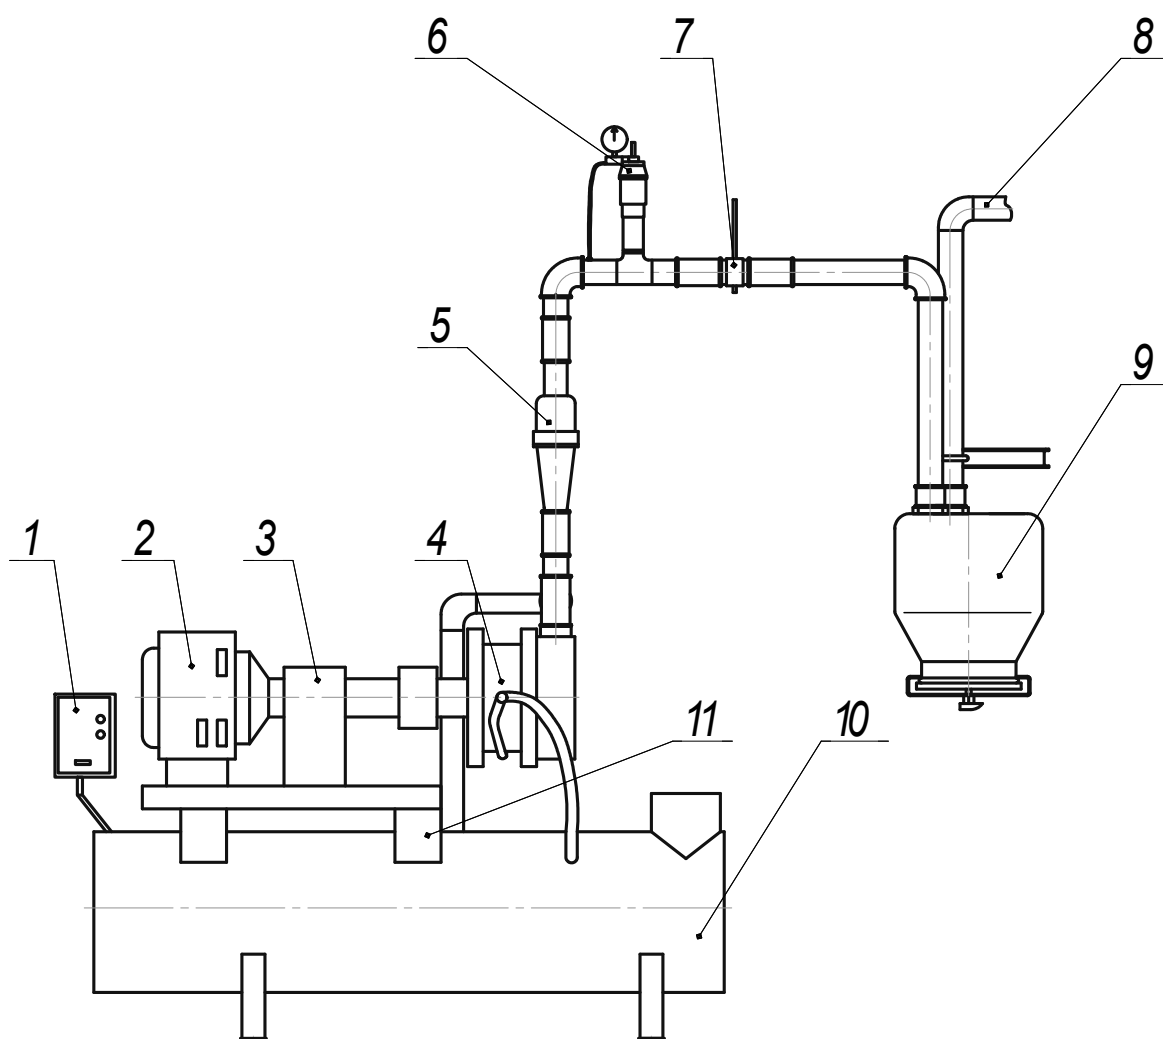

Рисунок 4 – Насосная станция:
**Насосная станция** (рисунок 4) предназначена для создания вакуума в вакуумной системе доильной установки. Общая фактическая производительность станций не менее  $90 \text{ м}^3/\text{ч}$ .